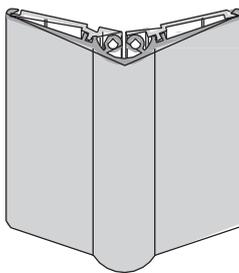

fig.6
- De seguida, fixe a outra extremidade do perfil de PVC, batendo-o para dentro (fig.6).